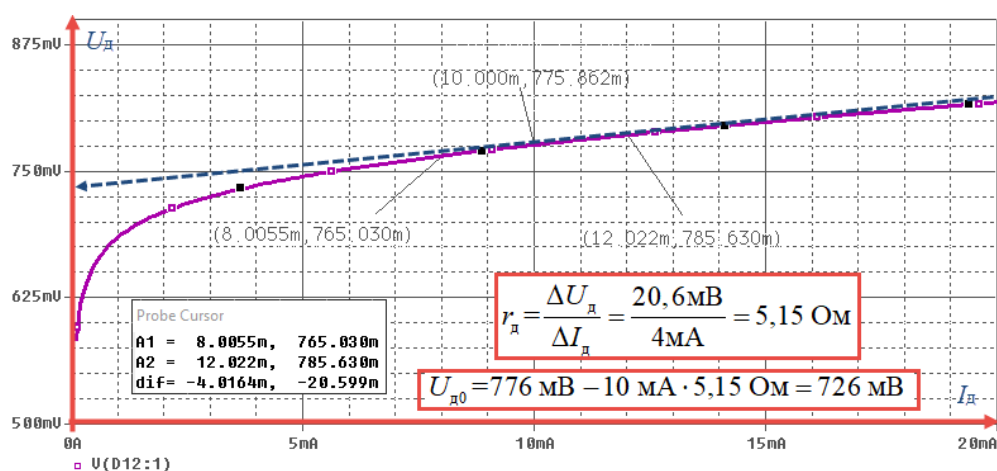

Рис. 10. Прямая ветвь ВАХ стабилитрона
- 4.7. Для прямой ветви стабилитрона определить в точке $I_d = 10 \text{ mA}$ дифференциальное сопротивление r_d и напряжение отсечки $U_{д0}$ (см. рис. 10).